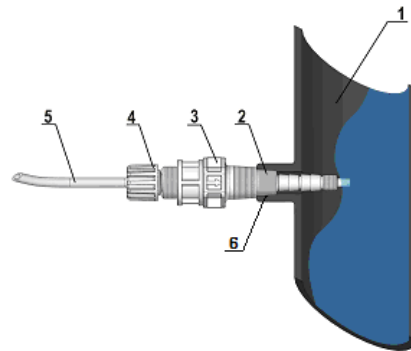

Fig. 7 - Montaggio Raccordo
Sia sul tubo di mandata che su quello di aspirazione evitare curve eccessive al fine di evitare strozzature sul tubo stesso. Applicare sulla condotta dell'impianto da trattare, nel punto più idoneo per effettuare l'iniezione del prodotto da dosare, un raccordo da 3/8" o 1/2" gas femmina. Tale raccordo è escluso dalla fornitura. Avvitare la valvola di iniezione nel "raccordo guarnizione" utilizzando del nastro in PTFE vedi Fig. 7. Connettere il tubetto all'attacco conico della valvola d'iniezione e bloccarlo con l'apposita ghiera (4). La valvola di iniezione è anche valvola di non ritorno.